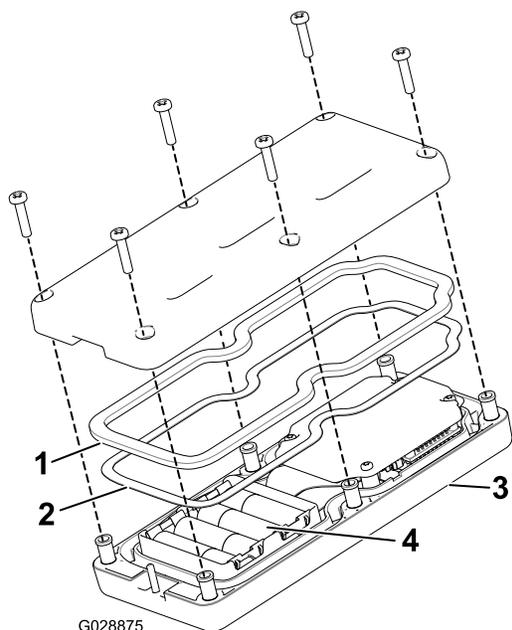

图46
3. 从遥控器后面卸下 6 个螺钉，然后取下后盖（图46）。
- 将四节新电池逐一放入电池端子仓位、注意按照正确的电池极性放置。（如果放置不正确、遥控器不会发生损坏、但遥控器无法操作。）电池端子仓位分别带有正负极标志（图46）。
- 如果您意外拆掉了橡胶密封件和钢垫片，请小心将它们放回手持遥控器的槽内（图46）。
- 放回后盖，并用先前卸下的 6 个螺丝固定（图46），上紧螺丝扭矩至 1.5~1.7Nm。